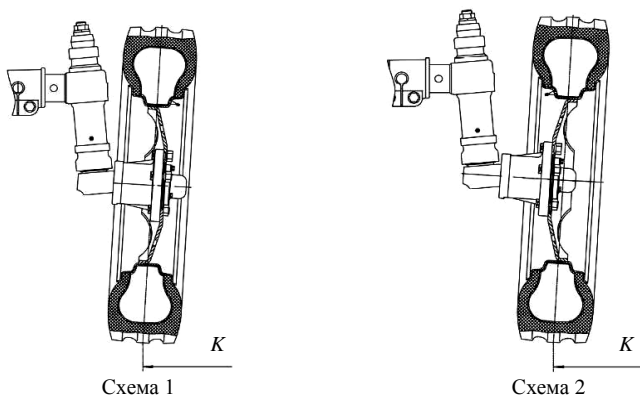

Рис. 6.11. Варианты установки передних колес
**Формирование колеи передних колес тракторов, оборудованных передней осью.** Изменение колеи трактора по передним колесам осуществляется как за счет выдвигания оси, так и за счет перестановки колес с борта на борт (рис. 6.11).